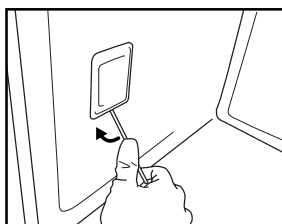

Рис. 7
3. Пользуясь плоской отверткой в качестве рычага, подденьте плафон лампочки в направлении наружу (Рис. 7).